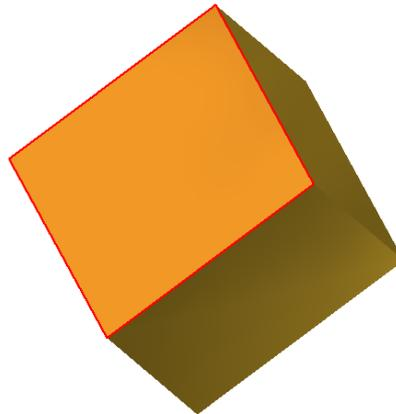

Рис. 4.14. Модель после удаления геометрических элементов отверстия с резьбой
3. Аналогично шагу 2 удалите эскиз окружности, оставшейся от удаленного отверстия. Модель примет вид как на рис. 4.14.